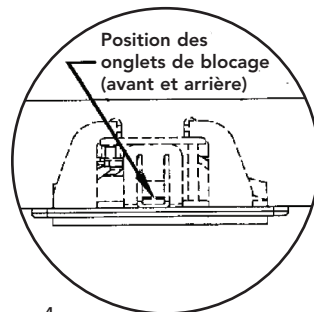
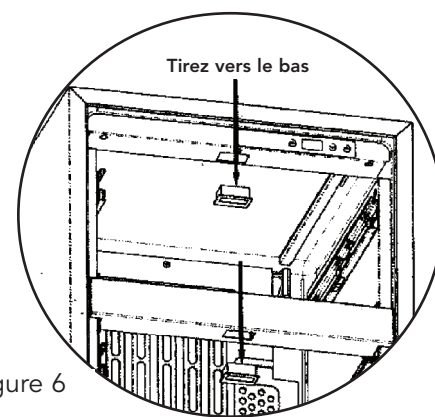

Figure 4
Figure 6
3. Retirez les ampoules usagées. Utilisez deux petits tournevis à lame fine ou couteau à mastiquer pour presser les onglets de blocage sur le boîtier du verre de protection (Figures 4 et 5). Avec les onglets pressés, tirez vers le bas (Figure 6) pour détacher le boîtier d'éclairage. Débranchez le conducteur électrique en le tirant droit du connecteur. Branchez le conducteur électrique sur la lampe neuve et réinstallez-la dans le boîtier métallique. L'éclairage tiendra seulement dans le boîtier avec les onglets pointant vers l'avant de l'appareil.